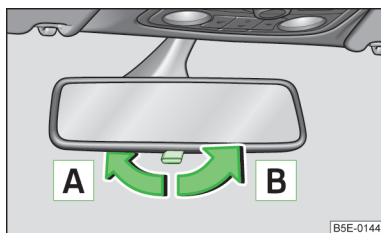

Fig. 47
- Reglați maneta de la marginea inferioară a oglinzii în sensul parbrizului (oglindea se reglează pe poziția antiiorbire) **A** » fig. 47.